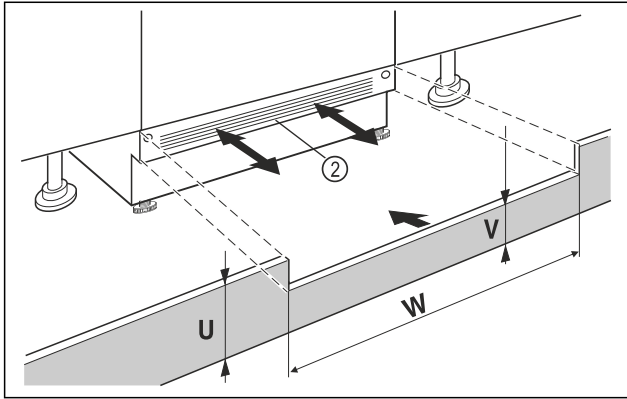

Fig. 88 Ενδεικτική απεικόνιση
- ▶ Τοποθετήστε τη μπάζα συσκευής Fig. 88 (2) αλλά μην την στερεώνετε ακόμη.
- ▶ Με την μπάζα Fig. 88 (2) ορατή, τραβήξτε την τόσο προς τα εμπρός, ώστε η μπροστινή ακμή του πλέγματος αερισμού και η μπάζα του επίπλου να είναι σε μία ευθεία.
- ▶ Με την μπάζα Fig. 88 (2) κρυμμένη, σπρώξτε την τελείως προς τα πίσω.
- ▶ Βεβαιωθείτε ότι είναι τελείως ελεύθερες οι σχισμές αερισμού: Εάν χρειάζεται, κόψτε στο σωστό ύψος την μπάζα του επίπλου Fig. 88 (U)!
- ▶ Προσαρμόστε κατά μήκος του πλάτους της εσοχής Fig. 88 (W) το ύψος του στηρίγματος Fig. 88 (V) κάτω από την μπάζα της συσκευής Fig. 88 (2).